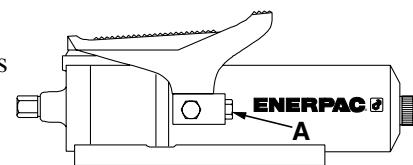

Figura 3
- Vea la Figura 3. Quite el tapón de tubería del conector giratorio hidráulico tipo hembra con roscas de $\frac{3}{8}$ " NPTF (A) e instale el extremo macho de un adaptador hidráulico con roscas de $\frac{3}{8}$ " NPTF. El adaptador puede ser un adaptador para manómetro, manguera o acoplador de alto caudal.